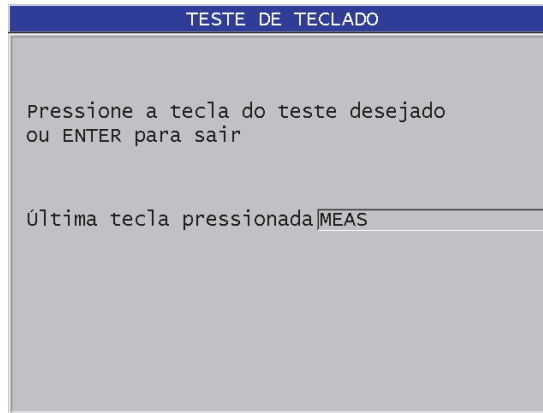

Figura 15-2 Tela TESTE DE TECLADO
4. Quando **TESTE DE TECLADO** for selecionado, na tela **TESTE DE TECLADO** (veja Figura 15-2 na página 286):